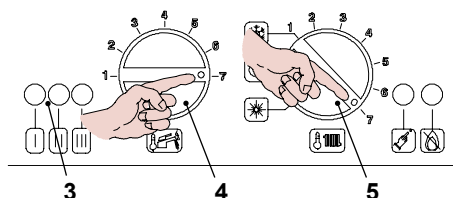

Figura 7.1
- Ruotare il selettore di funzione 5 come in Figura 7.1.